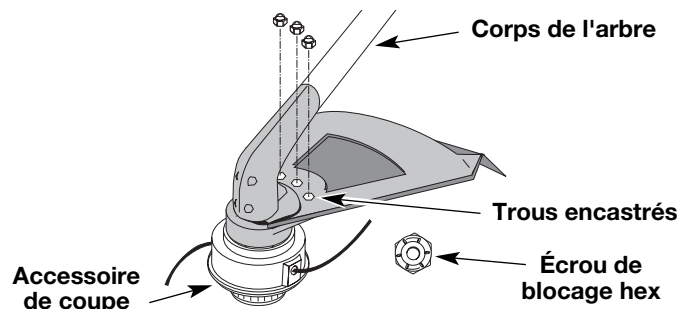

Fig. 4
2. Placez un de trois fournis écrous de blocage hex dans l'un des trois trous encastré, sur le dessus du protecteur d'accessoire de coupe (Fig.4).